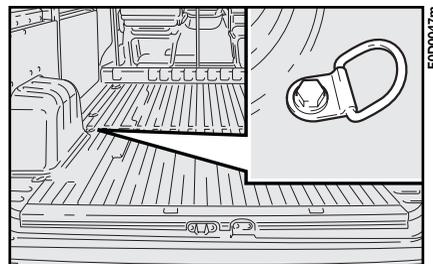

Abb. 10
**Unregelmäßiges oder scharfes Bremsen kann die unvorhergesehene Verlagerung der geladenen Gegenstände bewirken und damit eine Gefahrensituation für den Fahrer und die Fahrgäste darstellen: Sorgen Sie folglich vor dem Start dafür, dass die Ladung gut an den am Boden vorhandenen Haken verankert ist, Abb. 10. Dazu verwendet man für das Gewicht des zu befestigenden Materials passende Metallkabel, Seile oder Riemen.**